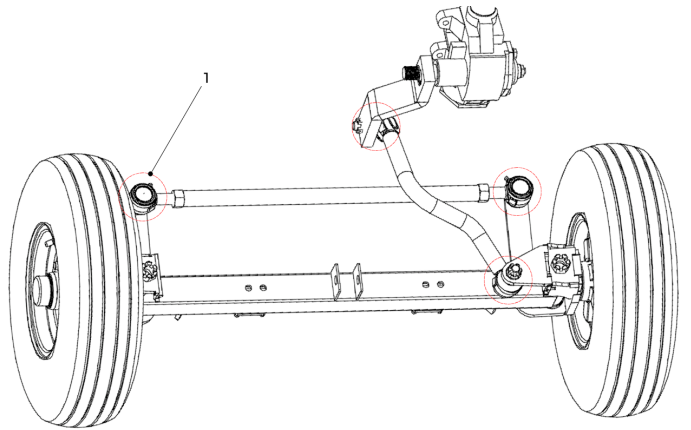

Figure 26. Inspection des rotules de direction.
Lubrifier les raccords à graisse des 4 extrémités des rotules de direction (1) (voir figure 26).